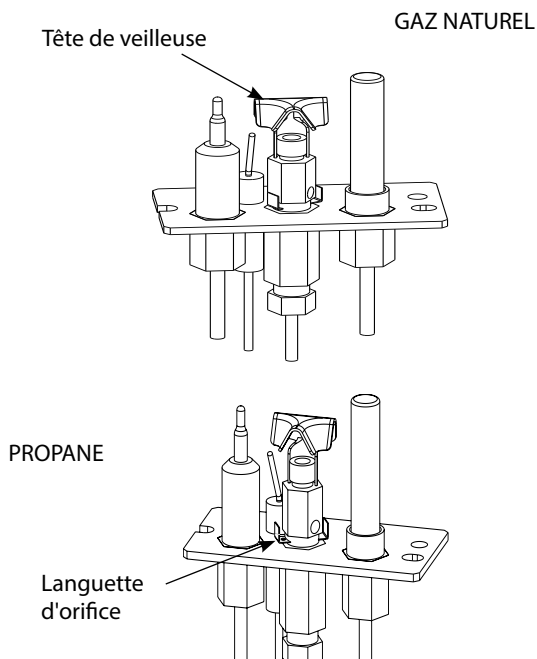

Figure 7.5. Conversion intégrée de l'orifice de veilleuse.
5. REMPLACEZ L'ORIFICE DE VEILLEUSE INTÉGRÉ DUAL-FUEL : Avec une clé à fourche de 7/16 po ou 11 mm, desserrez la tête de veilleuse juste assez pour régler la languette de l'orifice. Voir la figure 7.5.